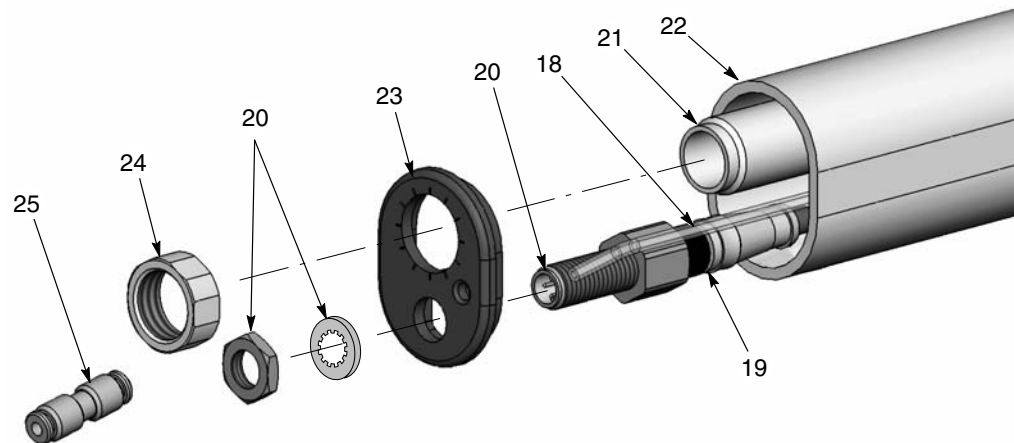

Figura 17 Desmontaje de la pistola de montaje en tubo 1 de 5
2. Ver la figura 17. Desconectar la unión (25) del tubo de aire transparente de 4 mm (18).
3. Desconectar el cable de la pistola (no se muestra) del recipiente para cable (20).
4. Desenroscar la tuerca (24) del tubo de apriete (21).
5. Extraer la tuerca y la arandela de bloqueo del recipiente para cable (20). Guardar la tuerca y la arandela de seguridad para que puedan reutilizarse.
6. Extraer la tapa final (23) del extremo de la pistola.
9. Ver la figura 17. Conectar el alargador (19) al receptáculo (20) en la tapa final (23).
11. Instalar la tapa final en el tubo de montaje, introduciendo el tubo de apriete (21) y el tubo transparente de 4 mm (18) a través de la tapa final.
12. Fijar el recipiente para cable (20) a la tapa final con arandela y tuerca.
13. Enroscar la tuerca del tubo de apriete (24) al tubo de apriete y apretarlo bien.
14. Instalar la unión (25) en el tubo transparente de 4 mm.